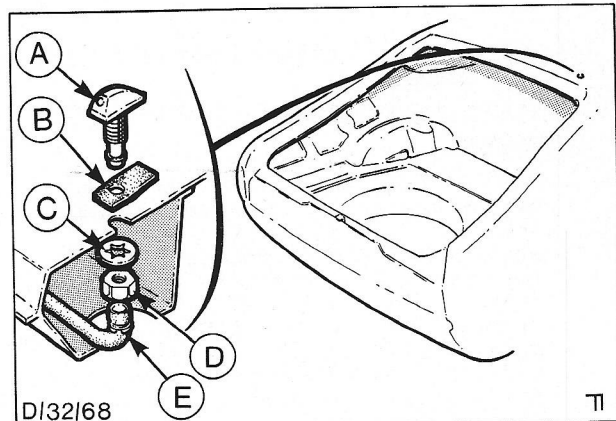

Fig. 47. A - Sproeier B - Afdichting
2. Trek de sproeierslang los van de sproeier en draai de borgmoer en sluitring los. Verwijder de afdichting en de sproeier van het dak. Zie Fig. 47.